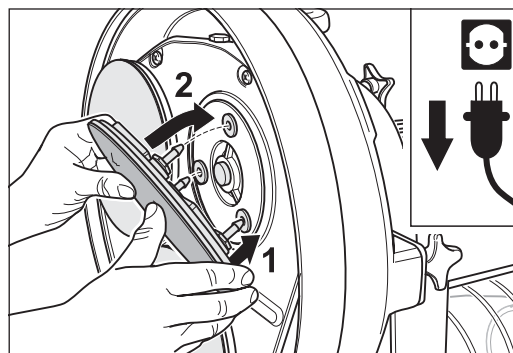

Fig. 8 Poner un perno de retención en un soporte de goma, posicionar los otros y oprimir el disco hasta el tope.
- 6 Ponga los discos deseados colocando uno de los tres pernos de sujeción en el soporte de goma, los otros dos pernos de sujeción se posicionan en los soportes de goma respectivos y luego oprima todo el disco hasta el tope (Fig. 8).